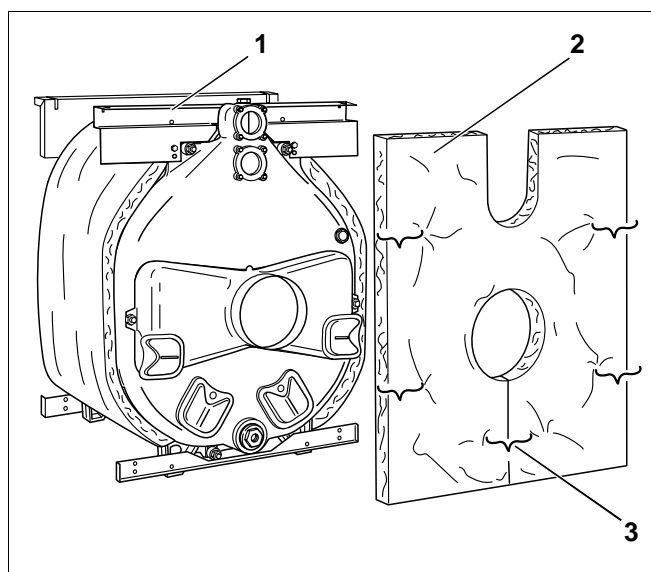

Fig. 33 Montering af isoleringen til bagelementet
- Skub isoleringen til bagelementet (Fig. 33, **pos. 2**) ind over røggasstudsene. Udskæringen til kedelfremløb og kedelreturløb skal vende opad.
- Sæt bagelementets isolering fast på den bageste travers foroven med to spændefjedre (Fig. 33, **pos. 1**).
- Luk åbningen under røggasstudsene med spændefjedre (Fig. 33, **pos. 3**).
- Løsn spændefjedrene under røggasstudsene (se også Fig. 33, side 24).